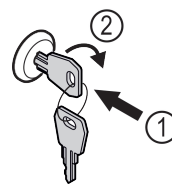

Fig. 105
- ▶ Schlüssel hineindrücken Fig. 105 (1).
- ▶ Schlüssel um 90° im Uhrzeigersinn drehen Fig. 105 (2).